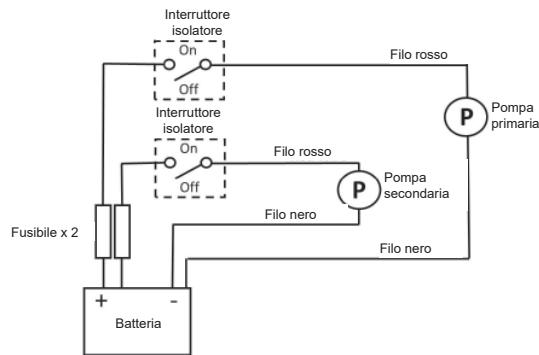

Figura 6 – Piano di cablaggio
10. Preparazione per l'inverno	Figura 6
Le informazioni sul cablaggio consigliato illustrate nella figura 6 sono fornite solo a titolo di guida. Per le informazioni complete, fare riferimento alle regolamentazioni ISO rilevanti per le applicazioni marittime e per i diametri dei fili, i connettori e la protezione con fusibili.